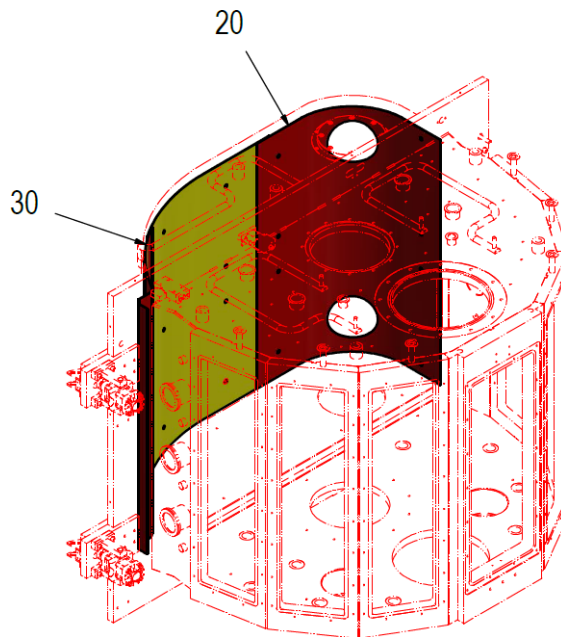

Abb. 7-17
- 8** Entfernen Sie die Tür-Schutzbleche 20 und 30. Siehe Abb. 7-17, 195.
- 12** Montieren Sie die Tür-Schutzbleche 20 und 30. Siehe Abb. 7-17, 195.